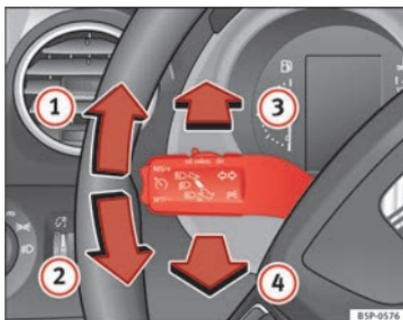

Fig. 78 Manípulo das luzes indicadoras de mudança de direcção e dos máximos
- Carregar a alavanca para cima, até ao batente para cima ⇒ Fig. 78 ①, para piscar à direita ou para baixo ②, para piscar à esquerda.
- Se os médios estiverem ligados, pressione o manípulo para a frente ⇒ Fig. 78 ③ para ligar os máximos.
- Pressione o manípulo na direcção do volante ⇒ Fig. 78 ④ para desligar os máximos.